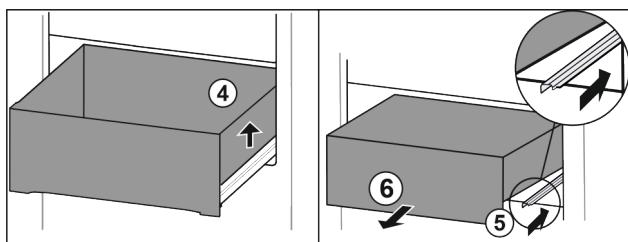

Fig. 89
- ▶ Dvignite predal desno. Fig. 89 (4)
- ▶ Vstavite desno vodilo. Fig. 89 (5)
- ▶ Predal vzemite ven v smeri naprej. Fig. 89 (6)